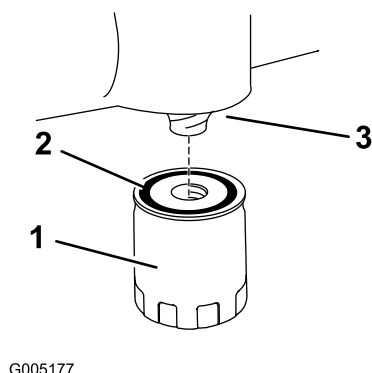

Figura 26
12. Montate il filtro dell'olio di ricambio sullo spessore di montaggio. Girate il filtro in senso orario finché la guarnizione di gomma non tocca il cuscinetto, quindi serrate il filtro di altri 2/3 di giro o di un altro giro completo (Figura 26).